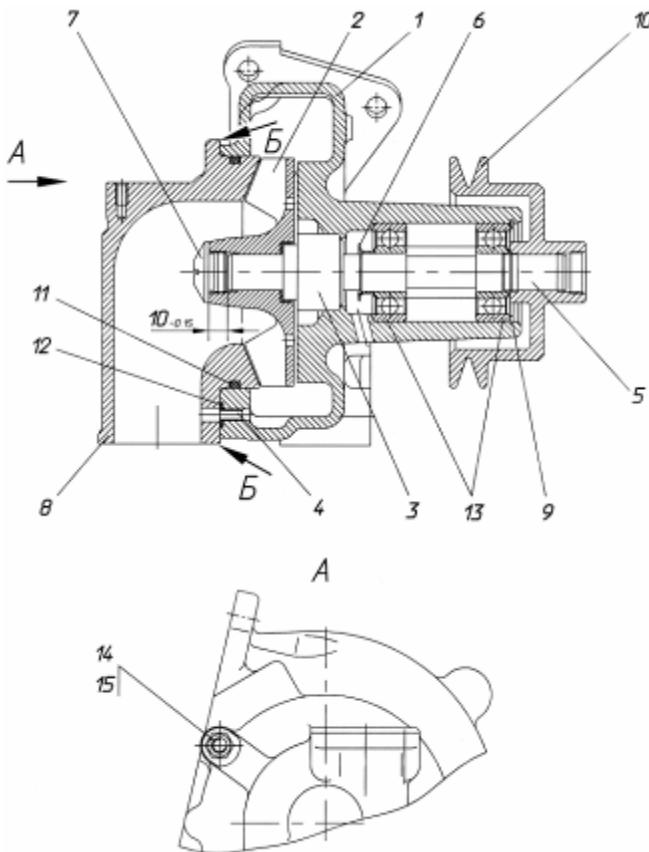

Рис. 96. Водяной насос:
- 5 Отвернуть гайки 14 (рис. 96) патрубка 8.
- 13 Выпрессовать из корпуса 1 вал 5 с водосбрасывателем 6 и подшипниками 13 (см. рис. 96).
- 2 Напрессовать на вал 5 (рис. 96) подшипники 13 и водосбрасыватель 6. При этом необходимо:
- 9 Напрессовать крыльчатку 2 в сборе с манжетой и уплотнительной втулкой на вал 5 (рис. 96). При этом необходимо:
- установить крыльчатку и в валу в размер  $10_{-0,15}$  мм (рис. 96) между торцом вала и торцом ступицы крыльчатки. Для этого необходимо при запрессовке установить на торец вала диск диаметром не более 13 мм и высотой  $10_{-0,15}$  мм.